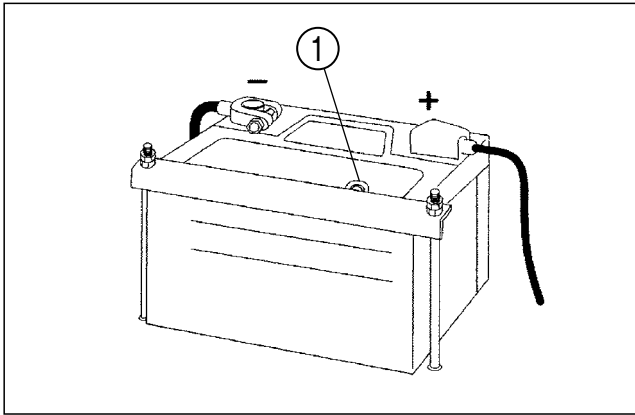

FIG. 5-34
FIG. 5-34: Les couleurs de l'indicateur (1) de la batterie montrent l'état de la batterie. Pour contrôler la batterie, gardez la machine sur un terrain horizontal et observez l'indicateur par le haut.